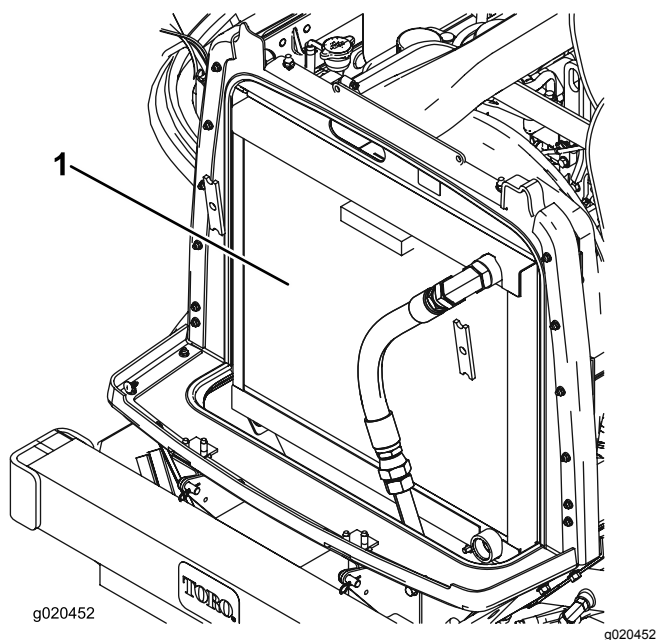

Figure 111
3. Nettoyez soigneusement les deux côtés du radiateur/refroidisseur à l'air comprimé (Figure 111).